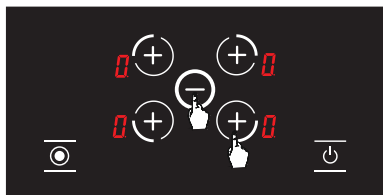

Рисунок 16
2. Когда вы одновременно нажимаете кнопку выбора конфорки и кнопку **⊖**, температура соответствующей конфорки падает до **Y** (см. Рис. 16)